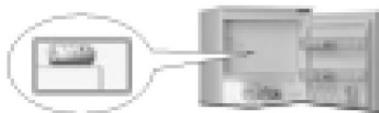

Abb. 1
- Wenn der Gefrierraum mit dem Rost ausgestattet ist, sollten die einzufrierenden Lebensmittel wie in **Abb. 1** gezeigt, in den Gefrierraum gelegt werden; anderenfalls legen Sie sie wie in **Abb. 2** gezeigt hinein.
- Legen Sie die Lebensmittel in die Mitte des Gefrierraums  in einem Abstand von circa 20 mm von anderen schon eingefrorenen Lebensmitteln, da sie diese nicht berühren dürfen (**Abb. 1 und 2**).
- Bei Geräten die mit dem Abteil  ausgestattet sind, die Taste (D) drücken, um die Funktion Fast Freezing einzuschalten. Danach leuchtet die gelbe Meldeleuchte (E) auf und leuchtet während der gesamten Dauer des Einfrierens weiter.
- Die Funktion schaltet nach 26 Stunden automatisch aus und die gelbe Leuchte (E) erlischt. Die Funktion kann auch durch Drücken der Taste (D) deaktiviert werden.